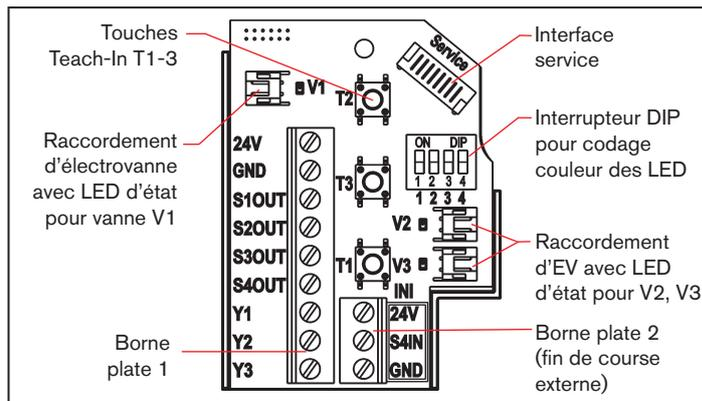

Fig. 4: Module électronique (24 V DC)
- Fixer les fils aux bornes de raccordement conformément aux affectations de raccordement décrites dans la « Fig. 4 »
Un **fin de course externe** peut être raccordé au moyen de la petite borne plate triple (voir « Fig. 4 » ou voir les instructions de service, chapitre «*Raccordement d'un fin de course externe*»).